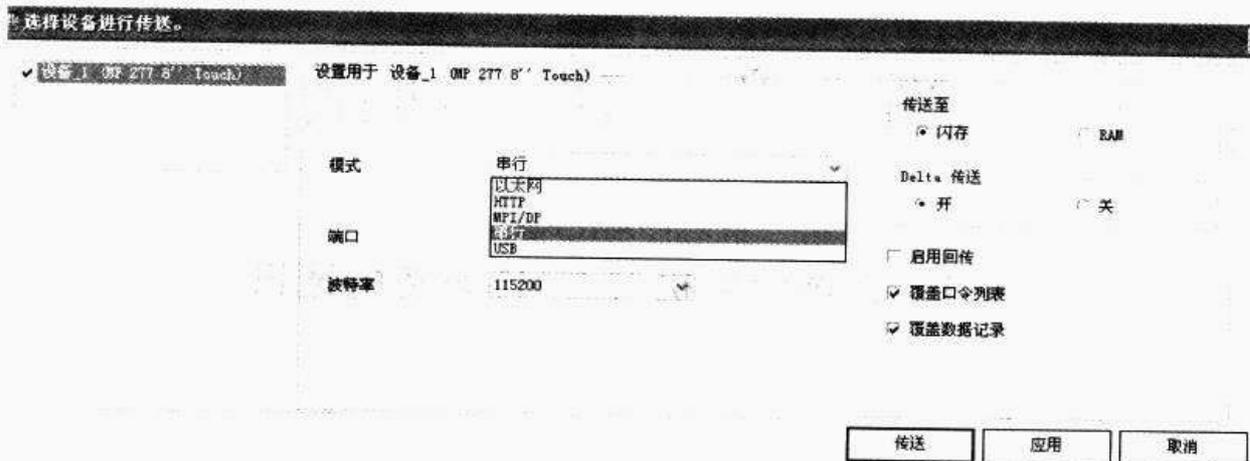
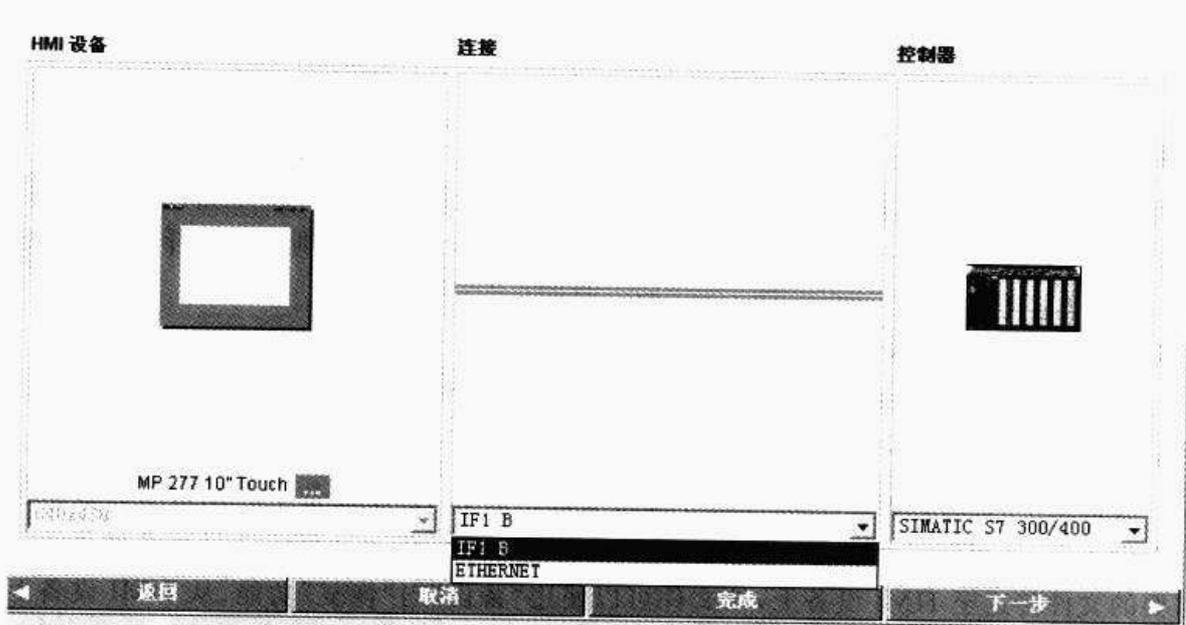

图 6-1 WinCC flexible 传送设置
图 6-2 HMI 设备与 PLC 之间连接设置
打开 WinCC flexible,单击菜单栏的“项目”|“传送”|“传送设置”选项,或者直接单击工具栏的  按钮,将弹出如图 6-1 所示的对话框,在此对话框可以设置计算机与 HMI 设备之间的连接参数。
在图 6-1 中,可以组态如何从计算机下载项目到 HMI 设备中。
如图 6-1 所示,当有多个 HMI 设备与组态计算机相连接时,在对话框左上角选择项目所要传送的 HMI 设备,一次只能选择一个 HMI 设备来传送项目。
① 如果是利用向导来创建项目, 在如图 6-1 所示的步骤中可以选择 HMI 设备与控制器(PLC)的连接方式。HMI 设备型号和控制器(PLC)型号选择完毕后, 它们之间可用的物理连接方式将出现在中间的“连接”区域下方的列表框中, 单击右侧的下三角按钮, 在弹出的下拉列表框中可以选择 HMI 设备与控制器(PLC)的连接方式。这种方式只是简单选择 HMI 设备与控制器的连接方式。如图 6-2 所示。